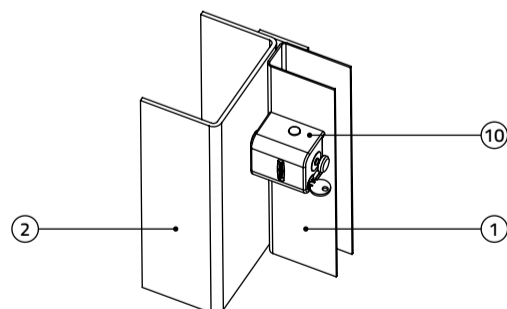

Bild 6
Installieren Sie jetzt das Schloss X SAFETY BOX (10) auf der Grundplatte (3). Siehe Bild 6.